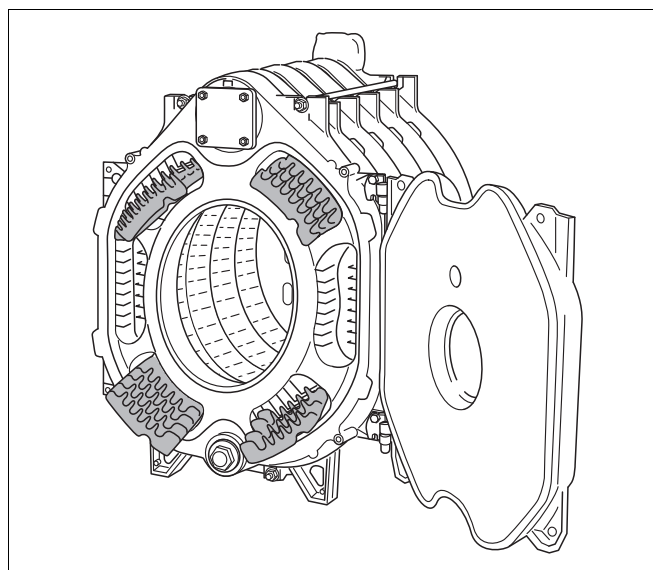

Fig. 27 Turbolatori
- ▶ Togliere i turbolatori dalla scatola degli accessori ed inserirli nei tiraggi in modo conforme alla **scritta in rilievo** (→ fig. 27 e la tabella seguente).